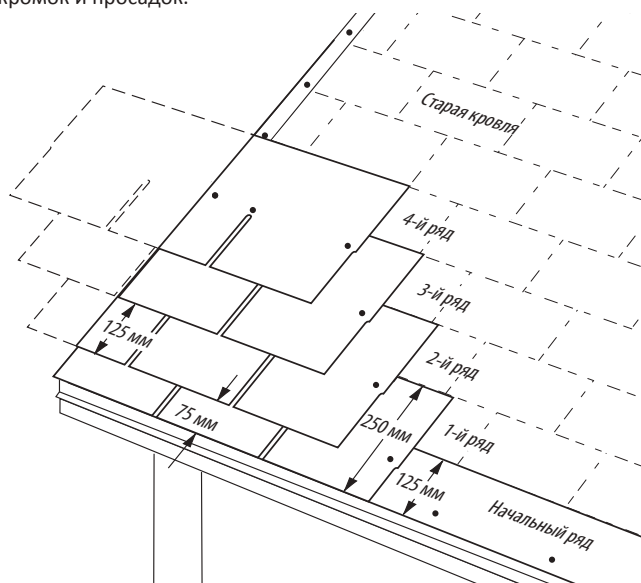

Рис. 13-14. Укладка гонта на существующую кровлю встык со старым гонтом.
2. Отрежьте 15,2 см с торца первого гонта начального ряда и уложите его поверх первого ряда старых гонтов, в левом нижнем углу крыши. Если используется капельник, то гонт начального ряда должен выступать за край ската и карнизов на 13 мм. Если капельник не используется, то гонт начального ряда должен выступать за край ската и карнизов на 19 мм (Рис. 13-14).
1. Для укладки первого ряда используйте полосовые гонты размером 25,4 см x 91,4 см, изготовленные путём обрезки язычков стандартных гонтов в нижней части на 5 см (Рис. 13-14).
1. Отрежьте 15,2 см с левого края целого гонта. Совместите верхнюю кромку этого куса гонта размером 30,5 см x 76,2 см с нижней кромкой гонта старого четвёртого ряда. Выровняйте левый край с левым краем первого ряда (Рис. 13-14).
1. В третьем ряду отрежьте 30,5 см с левого края целого гонта и уложите этот кусок шириной 61 см над гонтом нового второго ряда (Рис. 13-14). Совместите верхний край нового гонта с нижним краем старых гонтов в ряду выше него (пятый ряд старой кровли).